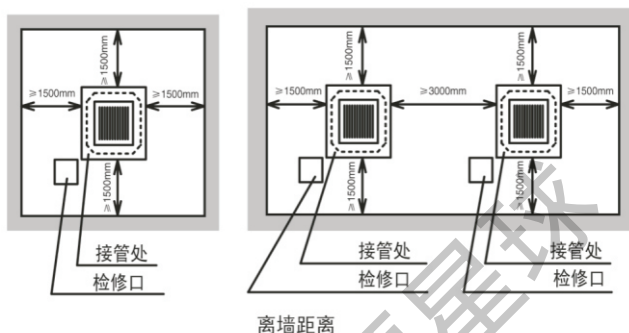

图6.1 室内机周围距离
- 将室内机安装在易于操作及维护的空间位置。如图6.1所示。